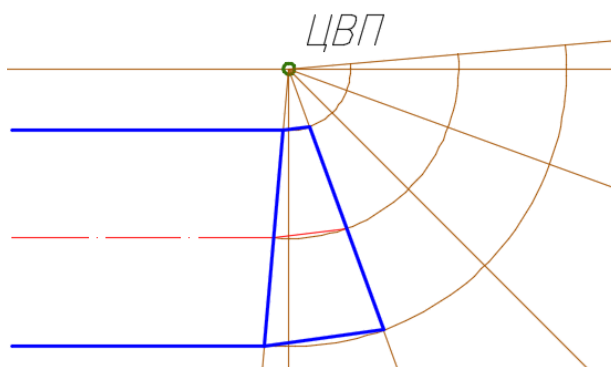

Рис. 127. Обводка секций колена трубы
– построить хорды вспомогательных окружностей и обвести линии сварных швов, как показано на рисунке (в слое *1*) (см. рис. 127);